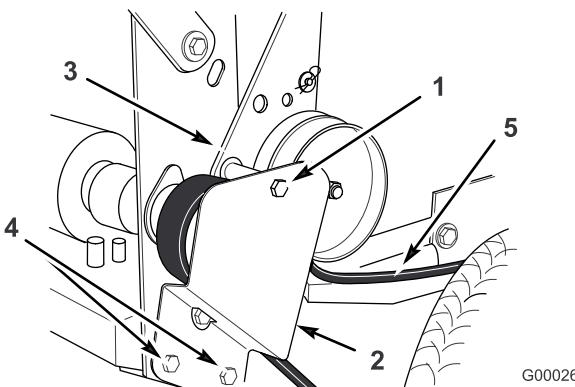

Figura 42
- Retire el tornillo de caperuza que fija los soportes de la polea tensora al bastidor trasero (Figura 42).
- Afloje los dos tornillos de montaje inferiores lo suficiente para que la correa pueda pasar entre la polea de transmisión y el soporte de la polea tensora (Figura 42).
- Coloque el tornillo de caperuza que fija los soportes de la polea tensora al bastidor trasero (Figura 42).
- Apriete los dos tornillos de montaje inferiores lo suficiente para que la correa pueda pasar entre la polea de transmisión y el soporte de la polea tensora (Figura 42).